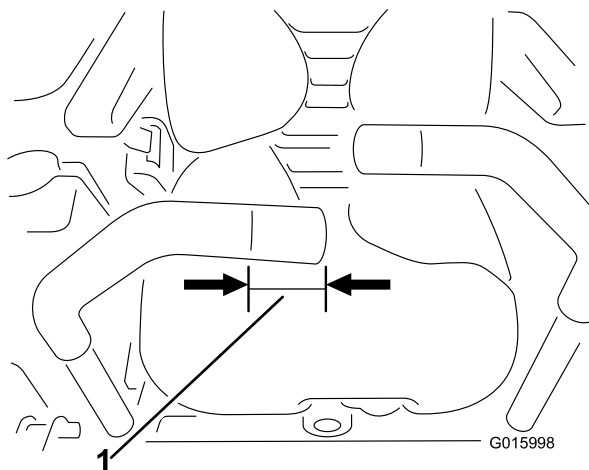

Figura 12
1. Para instalar el adaptador de montaje del interruptor, recorte 40 mm de la palanca de control de movimiento de la derecha (Figura 12).